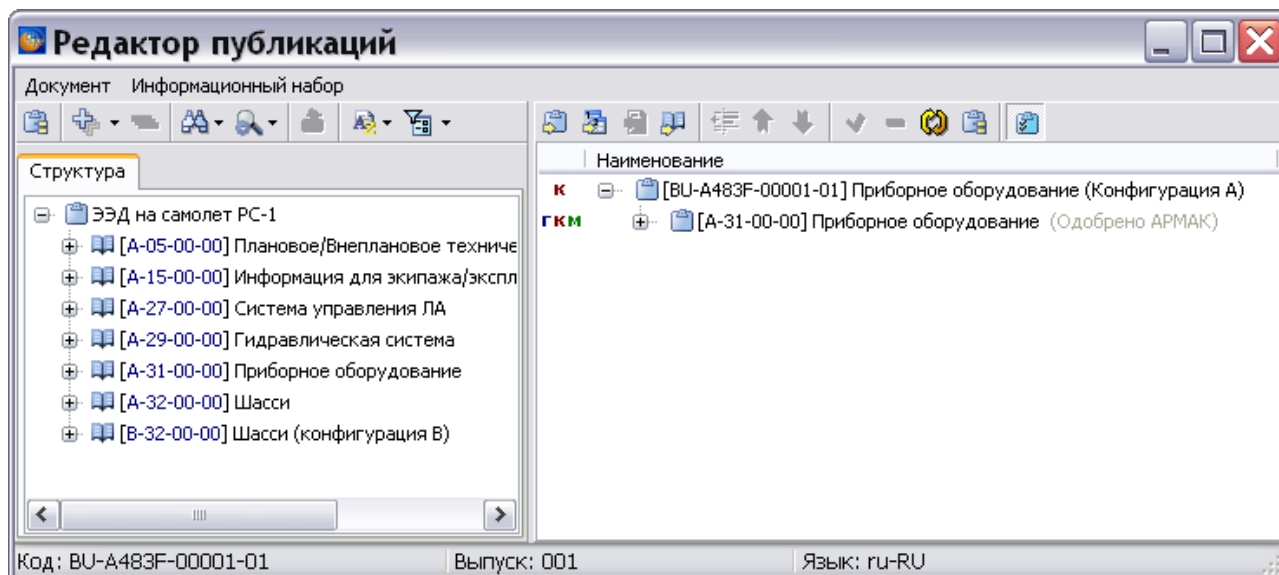

Рис. 18.30
4. После ввода параметров в окне **Свойства** нажмите на кнопку **Применить**. После этого произойдет возврат в окно **Редактор публикаций** (Рис. 18.30).